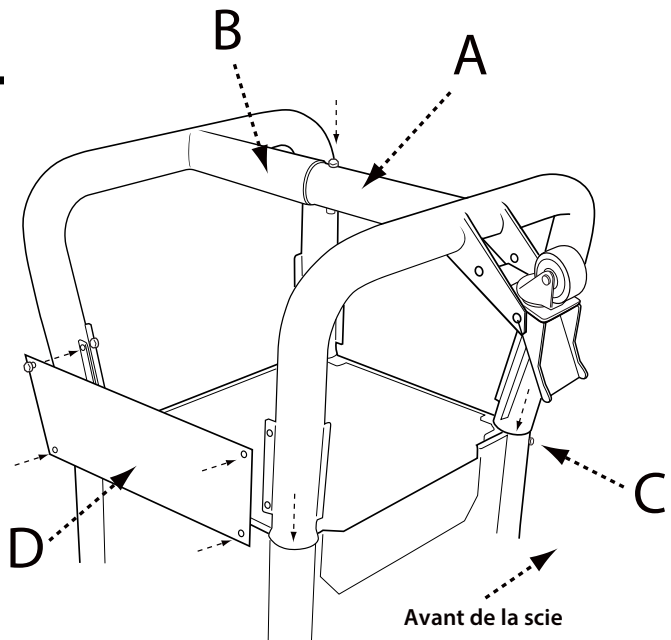

FIGURE 1
1. Connectez les deux pattes tubes en insérant l'extrémité de la patte gauche (A) dans l'extrémité de la patte droite (B) comme le montre la Figure 1. Fixez avec boulon de carrosserie M8 X 70 mm et un écrou autobloquant, puis serrez à la main.
2. Insérez les quatre extrémités ouvertes des pattes tubes dans les colliers des pattes (C), comme illustré. Fixez chaque patte avec un boulon et un écrou de M6 x 72 mm.
3. Fixez les panneaux de support de patte arrière et avant (D) sur les pattes à l'aide de quatre boulons autotaraudeur M6 x 10 mm.